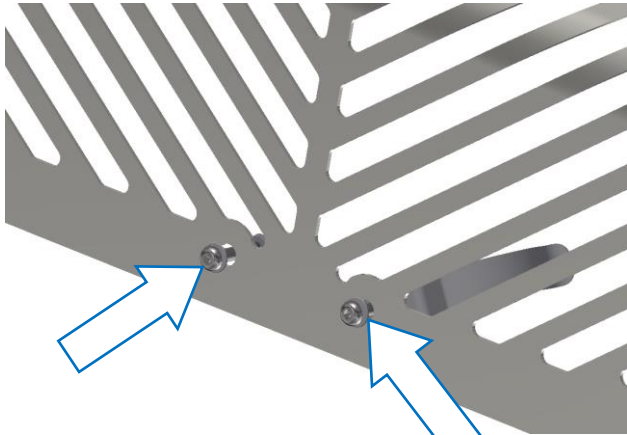

ABBILDUNG 1
- Jeweils eine M3 Unterlegscheibe (**Artikel 3**) an den zwei M3 Schrauben (**Artikel 2**) anbringen und diese in die Öffnungen im Krümmerschutzgitter (**Artikel 1**) einführen wie in **Abbildung 1** abgebildet